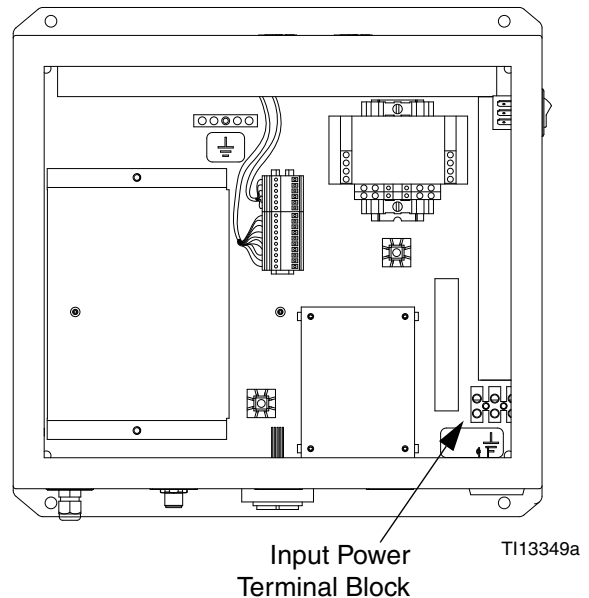

FIG. 17: Conexión de alimentación principal
2. Vea FIG. 17 y el **Diagrama eléctrico del sistema** en la página 44 para las conexiones de cables L1, N y tierra dentro del EasyKey.